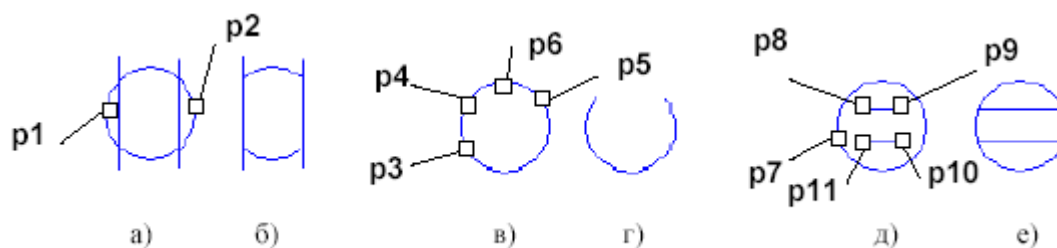

Рис. 3.8. Примеры удаления фрагментов объектов
3. Указать точки p1 и p2, находящиеся на оси отражения (рис. 3.8, б).